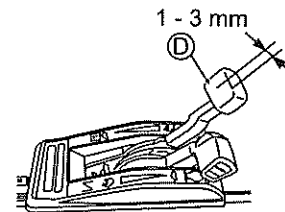

Fig. 26.
Réglez le jeu du Levier de changement de vitesse (D) à 1 - 3 mm ainsi qu'illustré dans la Fig. 26.
- 3 Démarrez le moteur et vérifiez que la vitesse de rotation change lorsque vous activez le Levier de changement de vitesse (D).